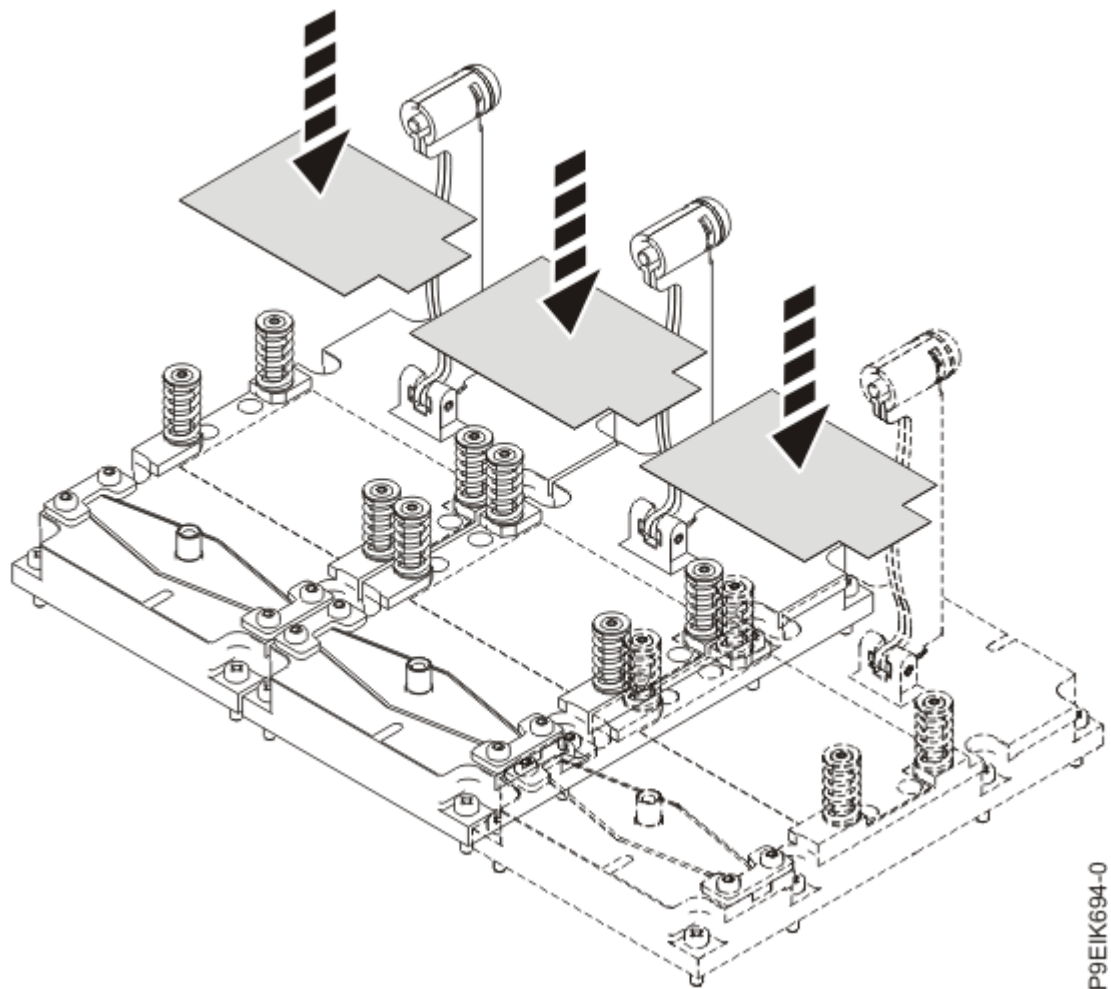

Figure 50. Installation des feuilles de matériau d'interface thermique de processeur graphique
- a) Assurez-vous que les nouvelles feuilles de matériau d'interface thermique de processeur graphique reposent directement sur les contrôleurs graphiques, comme illustré dans la Figure 50, à la page 52.